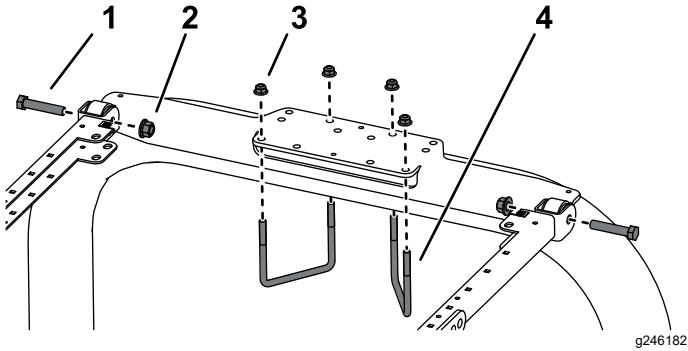

Bild 3
1. Befestigen Sie die Befestigungshalterung des Überrollschatzes an der Oberseite des Überrollbügels der Zugmaschine (Bild 3).
2. Befestigen Sie den Rahmen an der Befestigungshalterung des Überrollschatzes (Bild 3).
3. Befestigen Sie die Befestigungshalterung des Überrollschatzes mit zwei U-Bügeln (4 1/2" x 4") und vier Bundmuttern in den in Bild 3 abgebildeten Befestigungslöchern an der Oberseite des Überrollbügels.